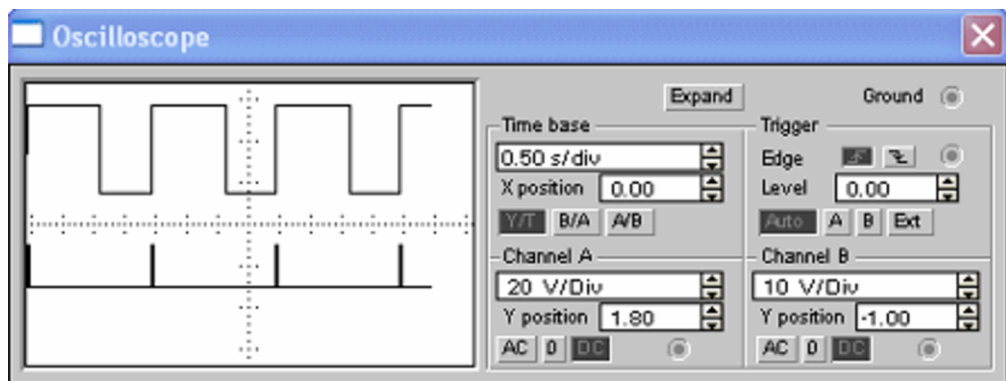

Рисунок 33 – Осциллограммы входного и выходного сигнала.
5. Развернуть и настроить осциллограф, изменяя чувствительность и длительность развертки. На экране можно наблюдать входной и выходной сигнал (рисунок 33).